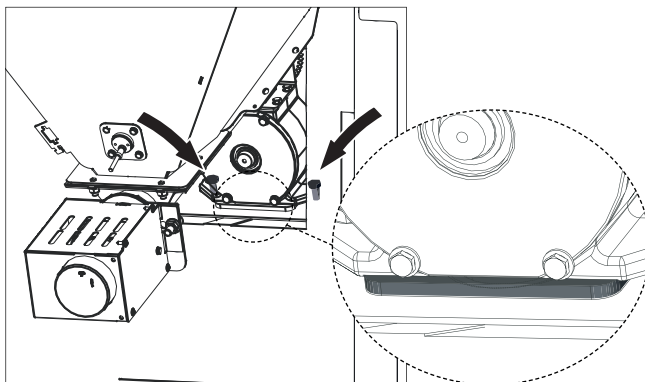

Fig. 40 Beide Schrauben bei Einheit Zellschleuse-Schneckenrohr **gleichmäßig festziehen, Überstand der Dichtung muss rundherum gleichmäßig sein**
- Bei Einheit Zellschleuse-Schneckenrohr beide Schrauben **gleichmäßig festziehen, da sonst die Dichtung nicht richtig abdichtet, sich verschiebt, oder zu stark gequetscht wird. Der Überstand der Dichtung muss rundherum gleichmäßig sein** – Fig. 40.